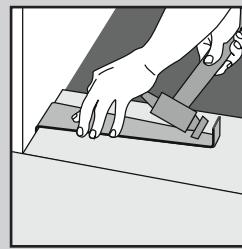

Rys. 3b
- Rozpocząć drugi rząd, mocując pióro do wpustu metodą klik; deskę trzymać pod kątem (około 30°), a następnie wcisnąć deskę/płytkę ciasno we wpust pierwszego rzędu. Zamontować kolejną deskę zazębiając pióro i wpust wzdłuż krótkiej krawędzi. Ostrożnie połączyć pióro i wpust po długiej stronie, zestawiając deski/płytki pod kątem (Rys. 3). Płytki i deski należy montować przesunięte względem siebie, aby cztery kąty nigdy się nie spotykały (Rys. 3a i Rys. 3b).